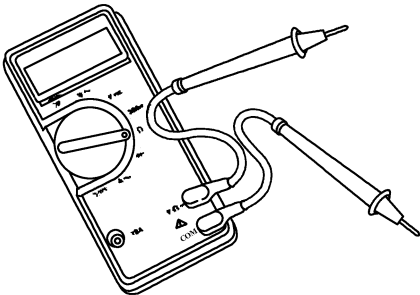
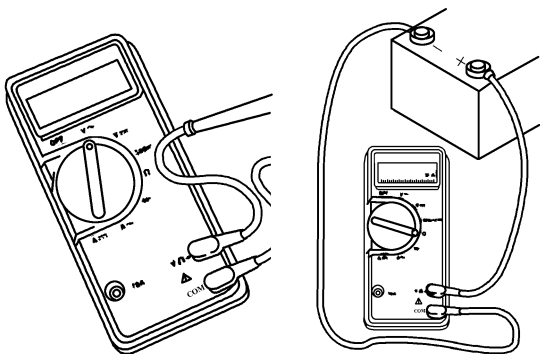

图 4-1 万用表和两支表笔
图 4-2 测量电流方法
(1) 使用万用表 万用表的黑色表笔为负极(-)应插入 COM 位置中, 而正极(+)红色表笔必须插入标识电流、电阻或电压的位置之一中。万用表如图 4-1 所示。在测量缸体接地时, 要使用清洁、未喷漆的金属表面以确保测量准确。
(2) 专用测试导线的使用 在测试工作中, 为避免触针和线束损坏, 应使用正确的插头和专用测试导线。
(3) 测量电流 在需要测量电流之处形成一条开路, 在万用表上选择交流(A ~)或直流(A -)档位, 打开被测电路的电源, 将万用表的表笔串联在电路的开路位置, 测量电流, 如图 4-2 所示, 读数显示的电流值。